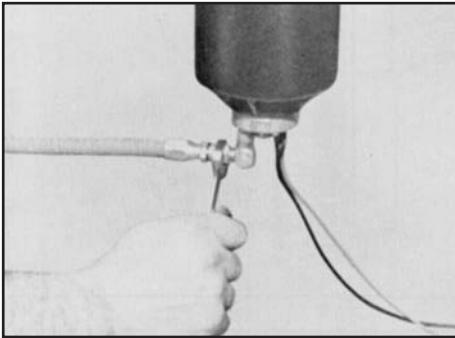

FIGURA 1
Paso 1: Desconecte la línea de control de purga y los cables del calentador (vea la FIGURA 1).